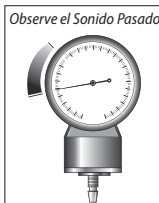

Fig. 6
12. Gire rápidamente la válvula en el sentido contrario a las agujas del reloj para desinflar el resto del aire, Fig 6. Quite el brazaete y registre la medición en la tabla que se incluye.